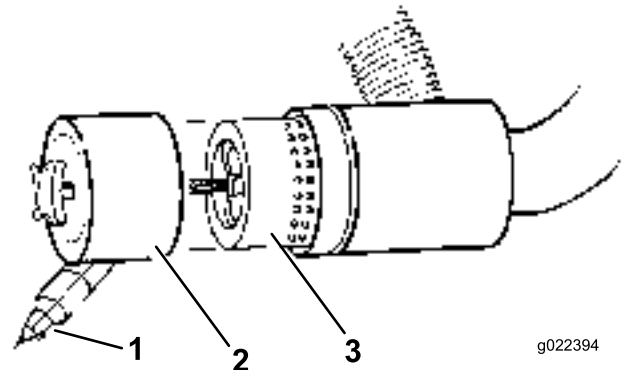

Figura 49
3. Retire y cambie el filtro (Figura 49).